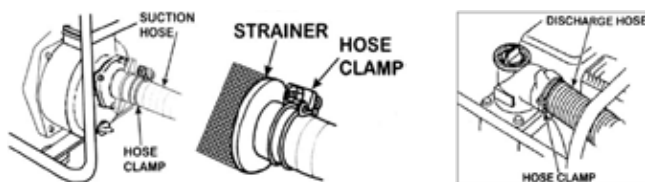

рис.3
3.2 Установка шлангов на впускной и выпускной патрубки см. рис.3: